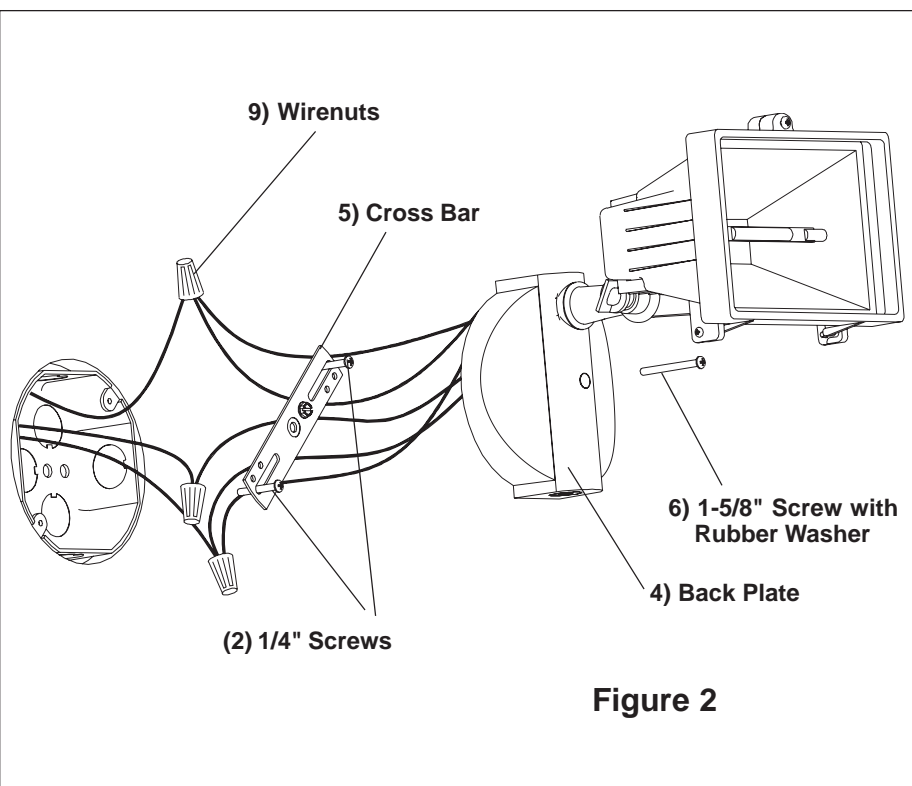

Figure 2
- Installer la traverse à la boîte** de jonction à l'aide des (2) vis de 1/2 po (cette dimension peut varier selon l'installation). **Voir la Fig. 2.**
5. Install Cross Bar to junction box using (2) 1/2" Screws (choose size depending on your requirements). **See Fig. 2.**
5. Instale la Barra Transversal caja de ensambladura utilizando (2) tornillos de 1/2" (escoja el tamaño dependiendo de sus requisitos). **Vea Fig. 2.**